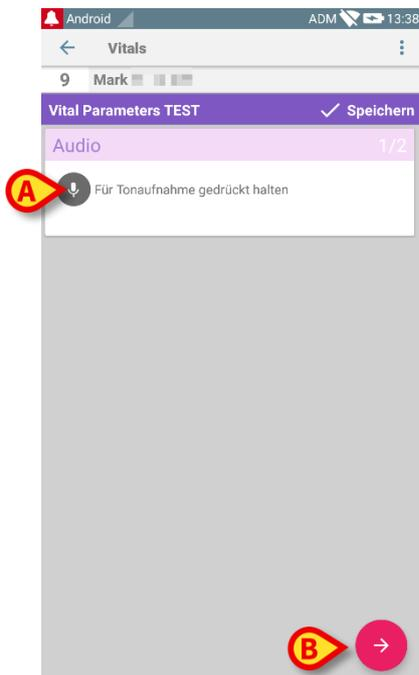
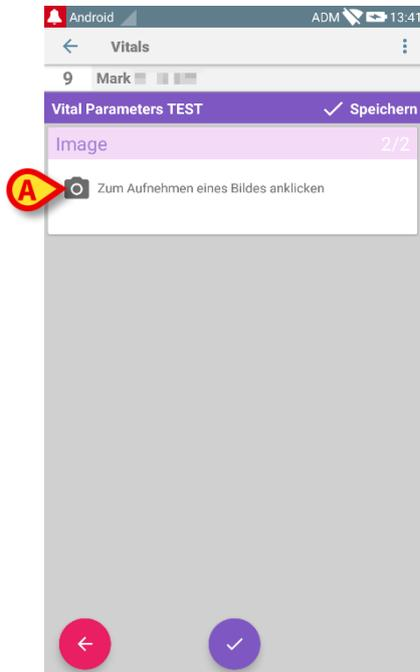
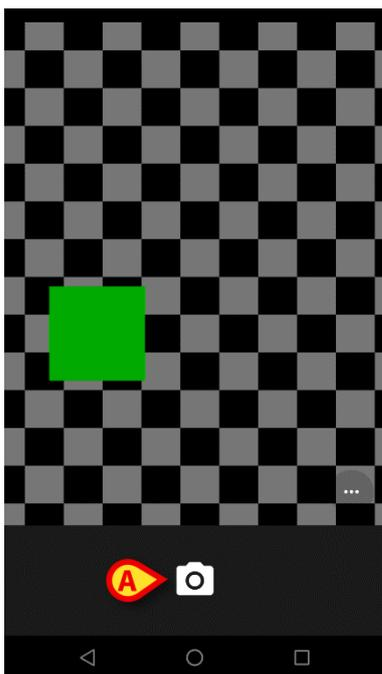
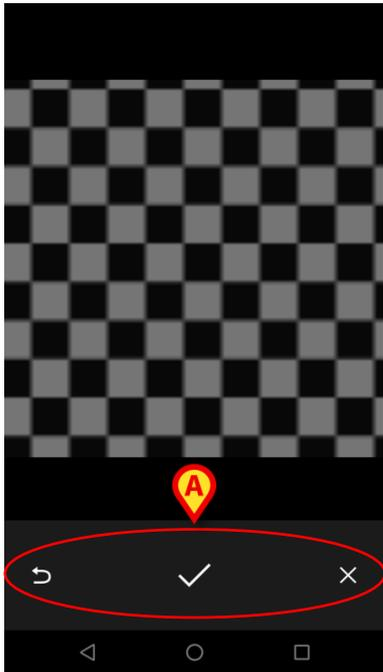

Abb. 75
Abb. 78
Abb. 79
Abb. 80
Die folgende Bildschirmanzeige wird geöffnet und ermöglicht das Aufzeichnen einer Audio-Datei (Abb. 75).
- zum Aufzeichnen die in Abb. 75 **A** gezeigte Schaltfläche gedrückt.
- berühren Sie das Symbol  unten rechts auf dem Bildschirm (Abb. 75 B). Daraufhin wird die folgende Bildschirmseite geöffnet (Abb. 78).
- Berühren Sie das in Abb. 78 A gezeigte Symbol, um die Kamera einzuschalten (Abb. 79).
- Berühren Sie das Symbol , um das Bild aufzunehmen (Abb. 79 **A**). Auf dem Bildschirm wird eine Vorschau angezeigt (Abb. 80).
- Verwenden Sie die in Abb. 80 **A** gezeigten Schaltflächen, um:
1. zum Bild-Erfassungsmodus zurück zu schalten (Abb. 79);
2. das Bild zu behalten und zur Seite für die Fotoaufnahme zurück zu gehen (Abb. 78);
3. das Bild zu verwerfen und zur Seite für die Fotoaufnahme zurück zu gehen (Abb. 78);